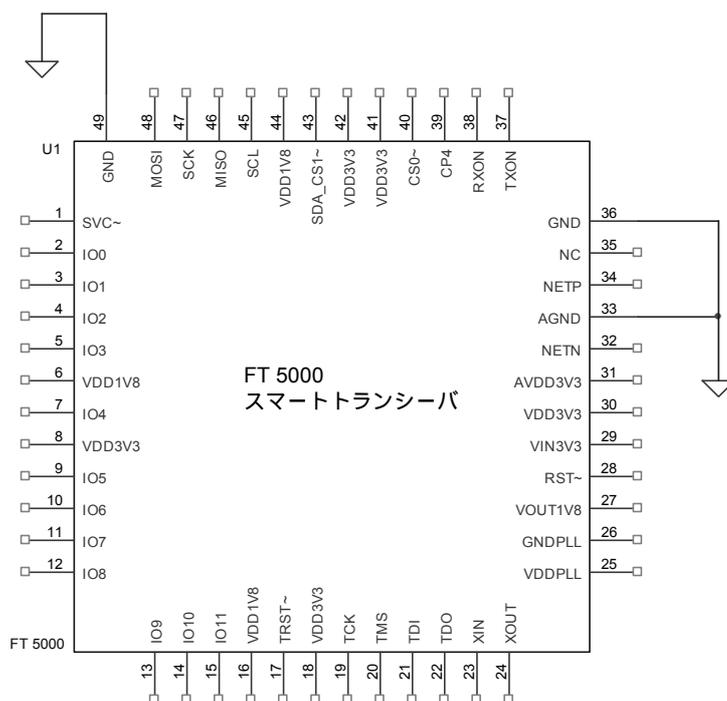

図 14 グランドピンの接続
チップのパッド (ピン 49) をロジックグランドに接続します。また、アナロググランドとロジックグランドが異なる場合は、AGND ピン (33) をアナロググランドに接続します。通常は、アナロググランドとロジックグランドは同じです。図 14 (40 ページ) にグランドピンの接続を示します。